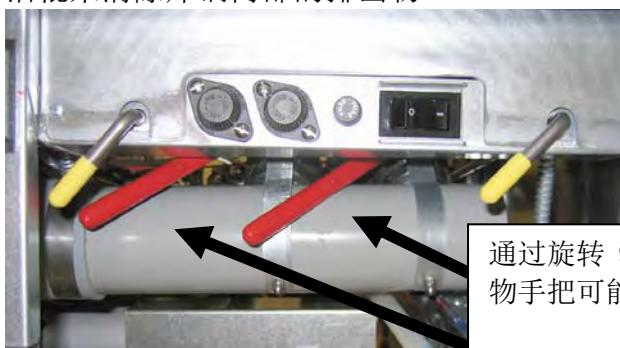

图 7
3. 当提示，通过将阀门手柄旋转 90° 把炸锅排入滤锅中。（参见图 7）。如有必要，使用炸炉助手清洁棍来清除炸锅内部的排出物。